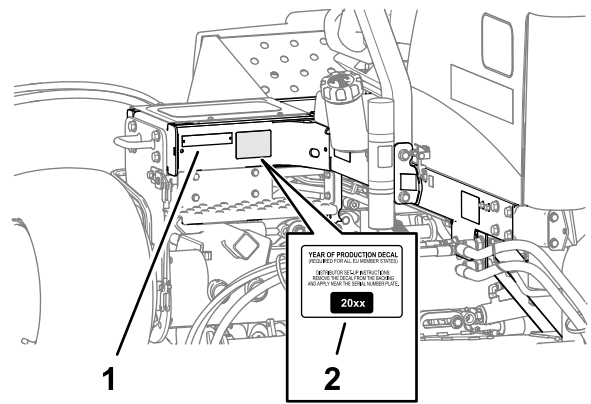

Bild 37
1. Reinigen Sie den linken Rahmen in der Nähe des Typenschildes mit Alkohol und lassen Sie den Rahmen trocknen (Bild 37).
2. Entfernen Sie die Schutzfolie und kleben Sie den Baujahr-Aufkleber auf den Rahmen in die Nähe des Typenschildes, wie in Bild 37 dargestellt.